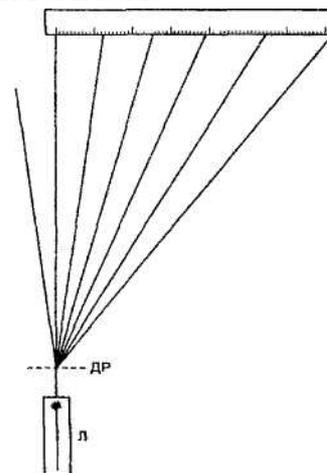

Рис. 2
2. Соберите оптическую схему экспериментальной установки, представленную на рис. 2. Платформа с полупроводниковым лазером устанавливается в левом нижнем углу доски. Включите лазер и установите напряжение питания 3 В . Направьте луч лазера вертикально вверх параллельно боковому краю доски. Линейка для измерения угла дифракции закрепляется с помощью имеющихся на ней магнитов в верхнем углу доски и ориентируется параллельно верхней кромке доски (такое расположение обеспечивает перпендикулярность линейки направлению распространения луча лазера). Начало шкалы линейки совмещается с точкой пересечения луча с линейкой.
4. Определите угол между нулевым и первым, нулевым и вторым и т.д. порядком дифракции. В соответствии со схемой, приведенной на рис. 2, тангенс этого угла вычисляется по формуле $tg\varphi = a/b$, где a - расстояние от нулевого порядка дифракции до выбранного порядка дифракции (измеряется по линейке, установленной в верхней части доски), а b - расстояние от дифракционной решетки до пятна, создаваемого на линейке лучом лазера в нулевом порядке дифракции (измеряется с помощью обычной линейки или демонстрационного метра).